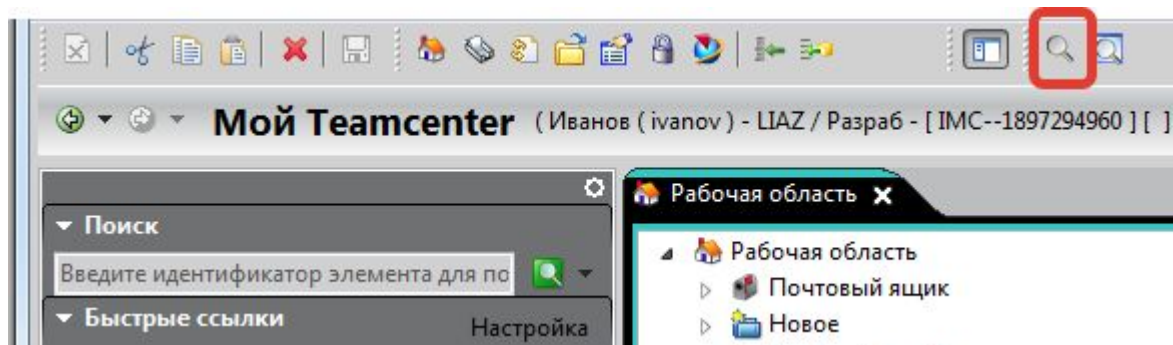

Рис. 20
1. Для поиска имеющихся в базе объектов нажмите кнопку **Поиск** на панели инструментов или в левой части приложения **Мой Teamcenter** (Рис. 20)